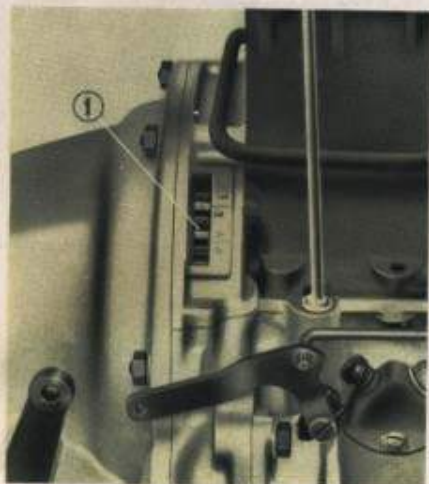

Fig. 11. Indice per la messa in fase della distribuzione.
b) far girare — con la manovella — l'albero motore fino a che il dente del volano motore, segnato con la lettera "O" non venga a coincidere con l'indicazione 1/3 segnata sul bordo della feritoia di spia, praticata nella parte superiore della scatola del volano (ved. fig. 11);
d) a questo punto, fissare la posizione dell'ingranaggio di comando dell'albero distribuzione sull'albero stesso, piantando il grano di riferimento (2) nel foro dell'ingranaggio che viene